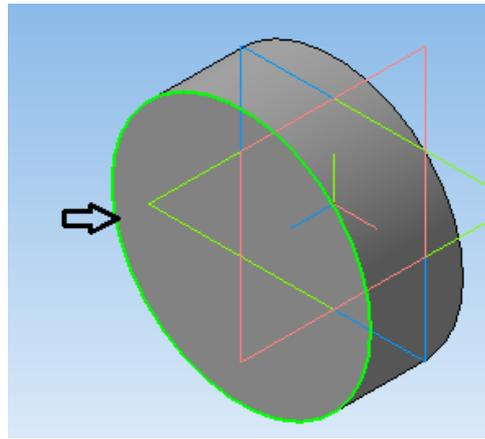

Рисунок 37.
5. Выберите наружную кромку (рисунок 37).